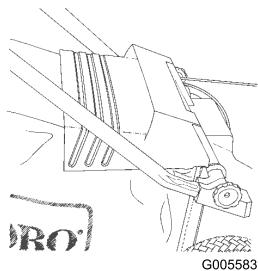

Figura 16
- Lasciate che lo sportello di scarico si chiuda sopra il cesto di raccolta (Figura 16).